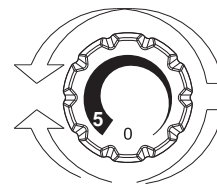

Fig. 2
- La regolazione della temperatura per entrambi i comparti si effettua ruotando la manopola del termostato (Fig. 2).